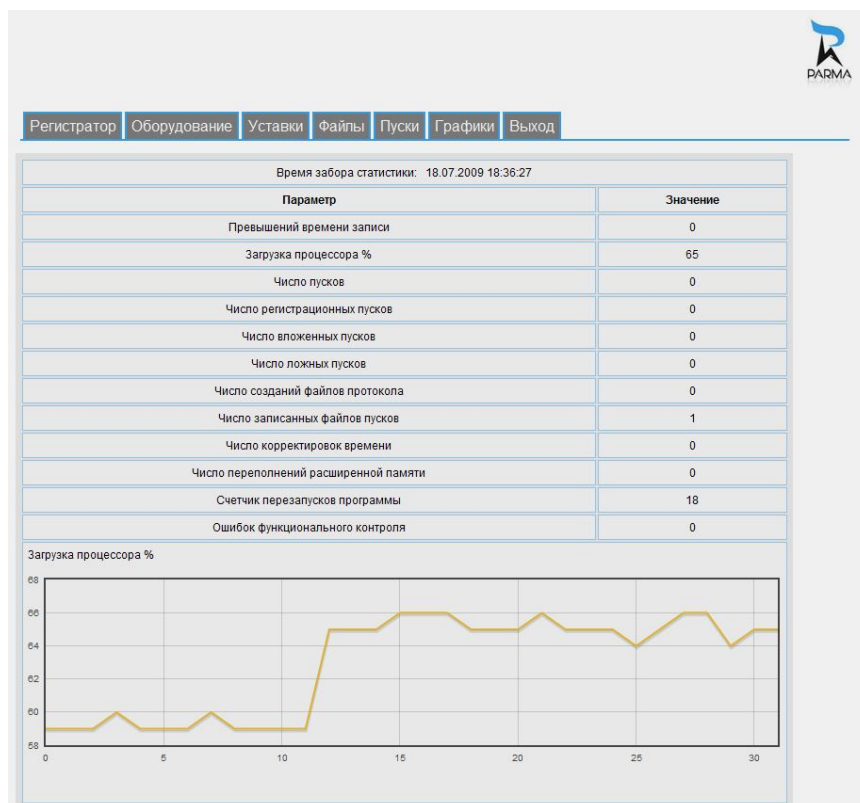
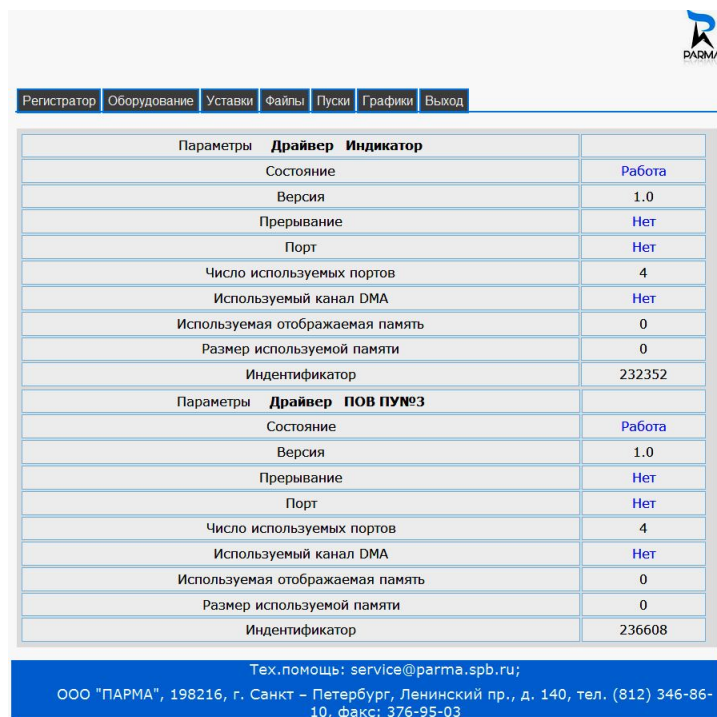
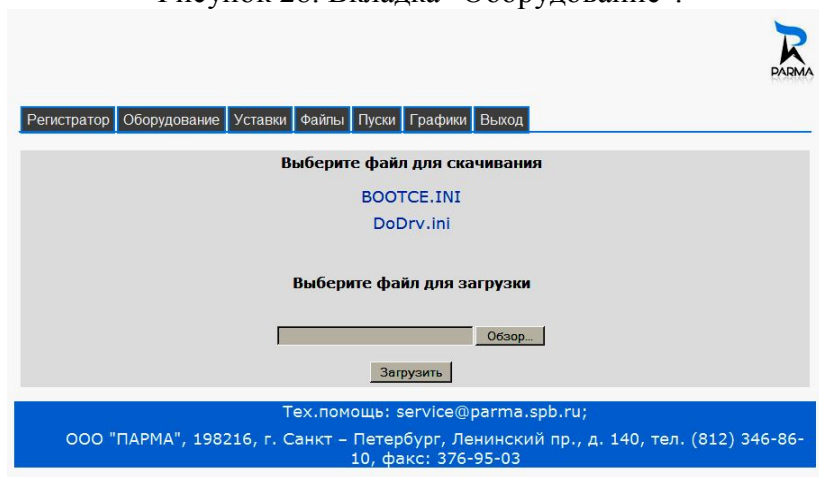

Рисунок 27. Статистические данные о работе регистратора
Рисунок 28. Вкладка “Оборудование”.
Рисунок 29. Вкладка “Файлы”.
- Кнопка **Статистика** выводит на экран статистические данные о работе регистратора, такие как: число перезапусков, число пусков, число сбоев оборудования и др. (Рисунок 27)
7.3.3.3 Для выбора просмотра диаграммы изменения параметра статистики, рисунок 27, необходимо переместить указатель компьютерной мыши на название параметра и нажать левую клавишу. Вкладка «Оборудование» рисунок 28, вкладка «Файлы» рисунок 29